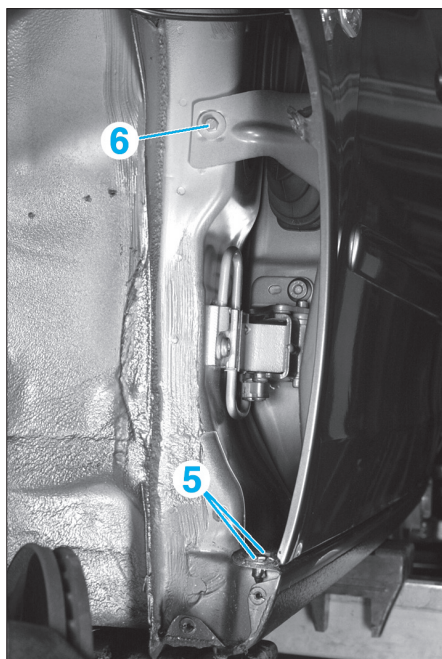

Fig. 16
- les 2 vis (5) et (6) (Fig.16),